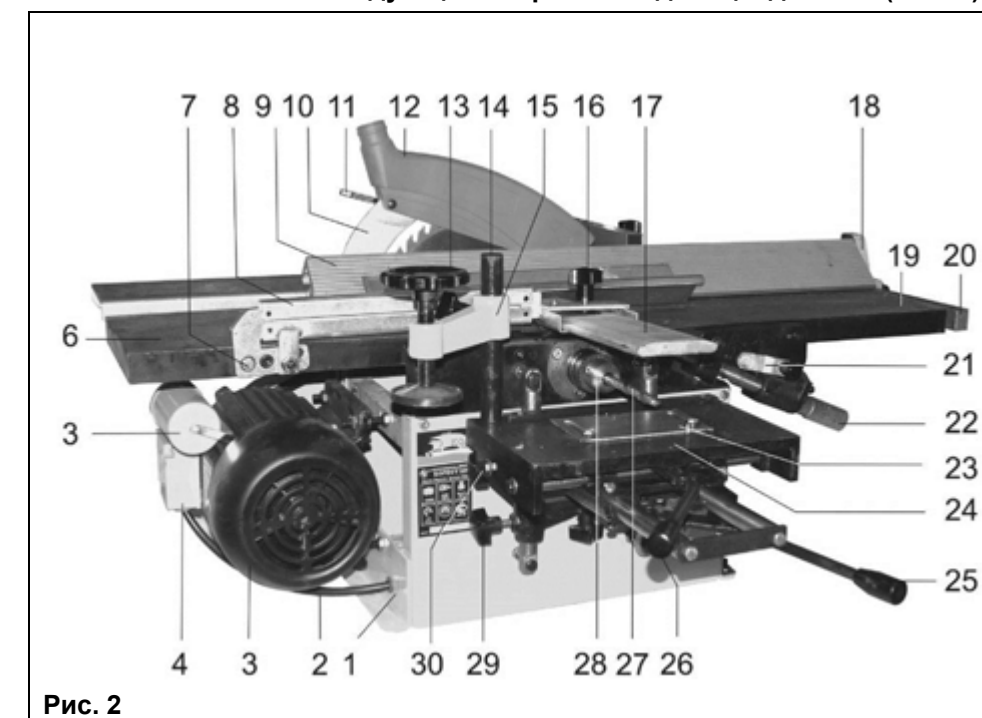

Рис. 2
9.5.5. При выполнении сверлильной операции скорость подачи заготовки, закреплённой на рабочей поверхности суппорта (24), осуществляйте рычагом поперечной подачи (25) с учётом диаметра режущего инструмента, твёрдости и влажности материала заготовки, Рис. 2.
9.5.6. При выполнении операции шипорезных работ, продольного или торцевого (косого) пиления скорость подачи заготовки осуществляется вручную (усилием оператора) с учётом высоты пиления, твёрдости и влажности материала заготовки, Рис. 2.
7.1. Станок состоит из следующих сборочных единиц и деталей (Рис. 2)
8.1. Монтаж станка (Рис. 2)
8.2. Установка пильного диска (Рис. 2 - 4)
8.3. Установка пильного суппорта (Рис. 2, 5)
8.6. Установка защитной планки (Рис. 2)
8.7. Установка суппорта для выполнения сверлильных работ (Рис. 2, 8, 9)
8.8. Установка сверлильного патрона (Рис. 2, 8)
9.1. Регулировки и настройки перед началом пильных работ (Рис. 2, 3)
9.2. Регулировки и настройки перед началом строгальных работ (Рис. 2)
- отрегулировать глубину строгания путем опускания / подъема подающего стола (19) вращением ручки (22);
- продвинуть защитную планку (17) в такое положение, чтобы она закрывала не принимающую участия в строгании часть рабочего вала.
9.3. Регулировки и настройки перед началом сверлильных работ (Рис. 2, 8, 9)